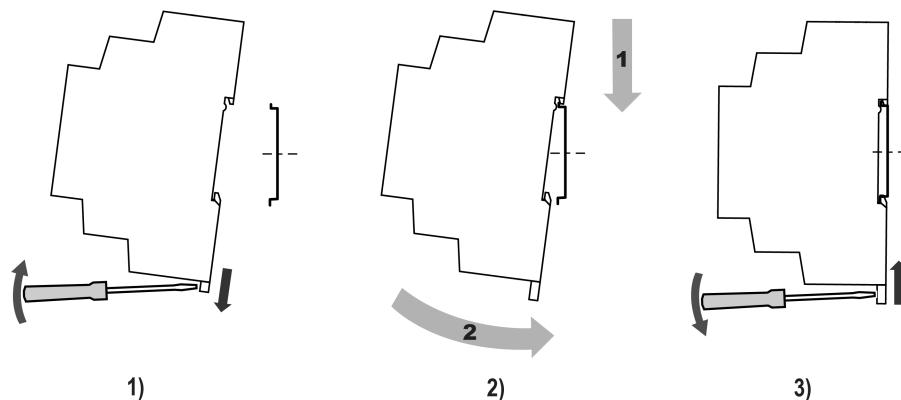

Рисунок 4.1 – Установка прибора
- Установить прибор на DIN-рейку в соответствии с в направлении стрелки 1 (рисунок 4.1, 2);
- Вставив отвертку в проушину, оттянуть защелку рисунок 4.1, 1.
- Прижать прибор к DIN-рейке в направлении, показанном стрелкой 2. Зафиксировать защелку (см. рисунок 4.1, 3).